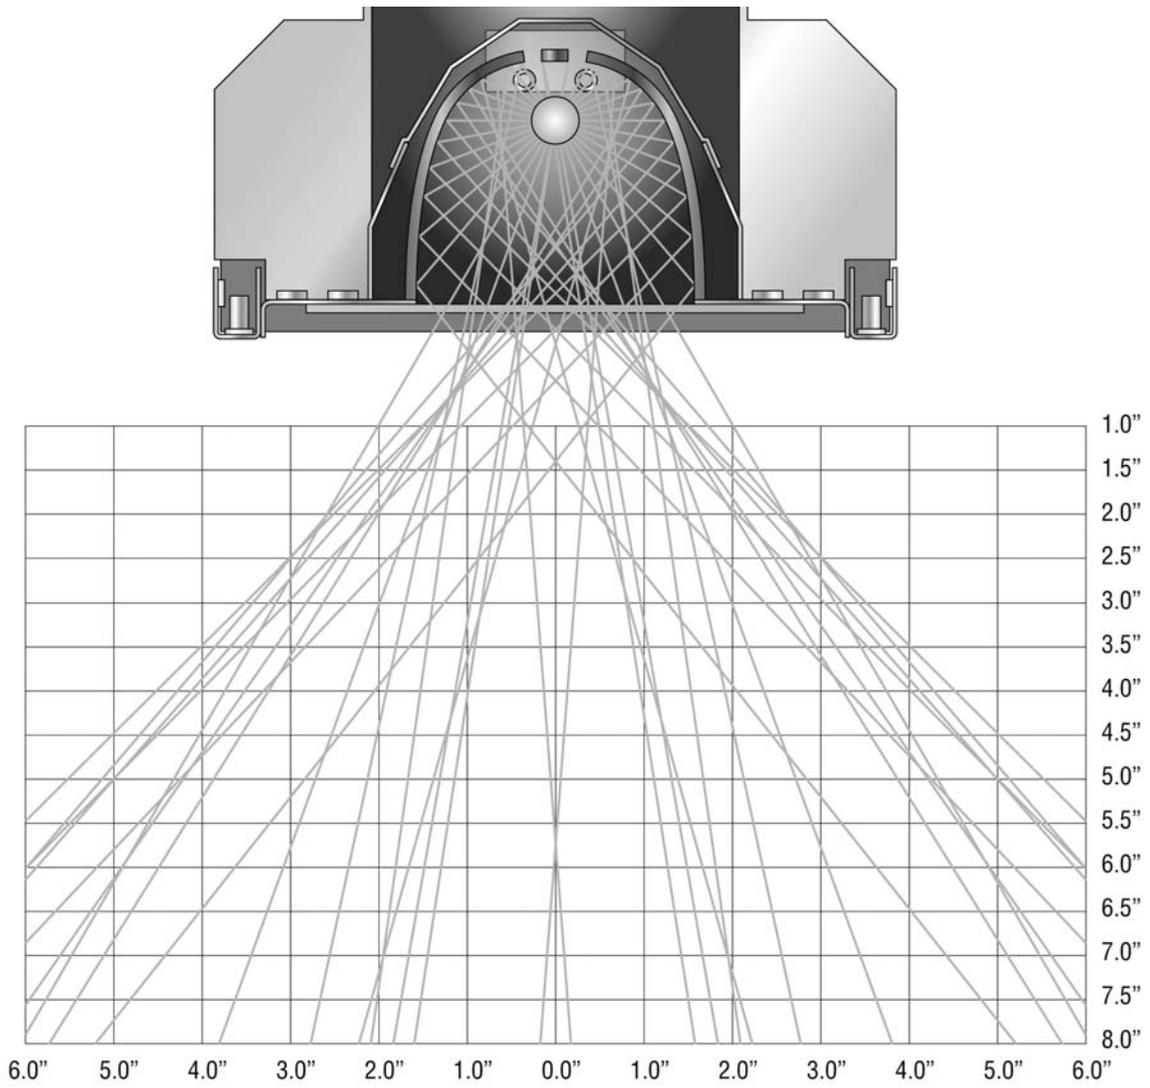

Figura 2-4 Diagramma del riflettore a largo fascio di luce
- I riflettori a largo fascio di luce producono un fascio di luce UV più ampio. Vedi figura 2-4.